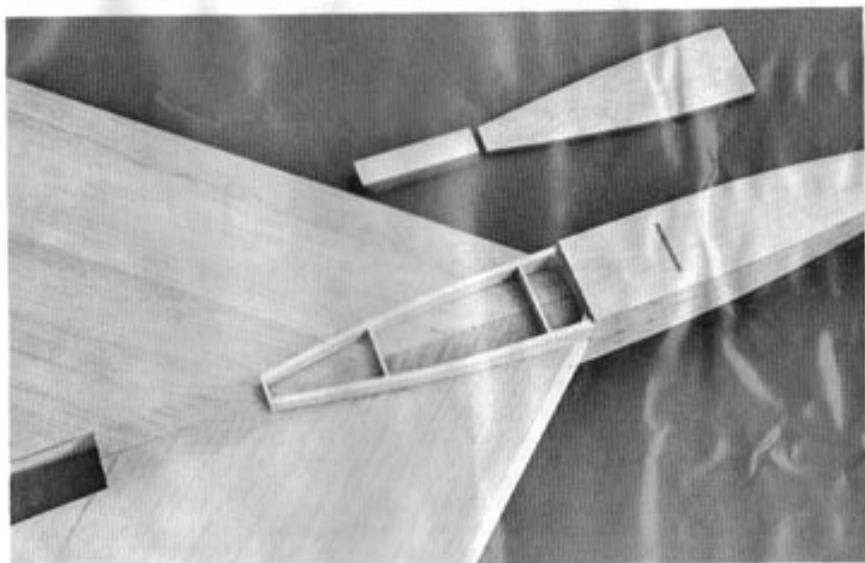

Abb. 6
2 (65) anzubringen. Siehe Abb. 6.